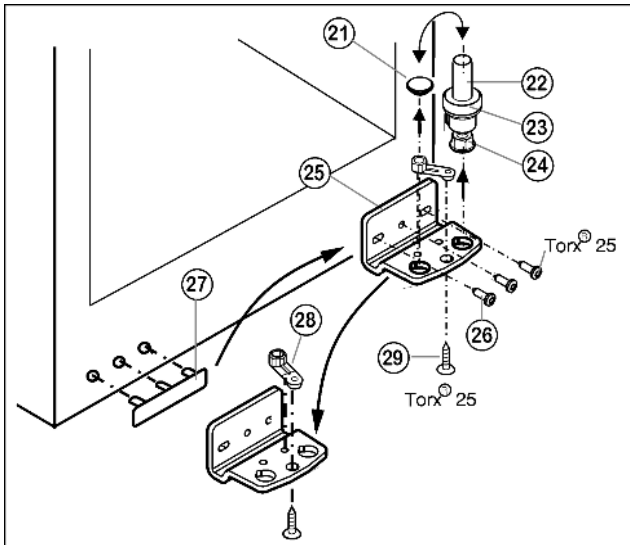

Fig. 6
- ▶ Vedä koko laakeritappi Fig. 6 (22) levyineen Fig. 6 (23) ja tukijalkoineen Fig. 6 (24) irti ylöspäin vetäen.
- ▶ Kohota tulppa Fig. 6 (21) pois.
- ▶ Laakerinkannatin Fig. 6 (25) ruuvataan irti Fig. 6 (26).
- ▶ Saranaosa Fig. 6 (28) ruuvataan irti Fig. 6 (29) ja asetetaan vastakkaisella puolella laakerinkannattimen reikään sekä ruuvataan taas kiinni.
- ▶ Nosta kahvanpuoleinen kansi Fig. 6 (27) varovasti irti ja vaihda se toiselle puolelle.
- ▶ Ruuvaa uudella saranapuolella oleva laakerinkannatin kiinni Fig. 6 (25) (4 Nm) tarvittaessa akkuruuvinväännintä apuna käyttäen.
- ▶ Aseta tulppa Fig. 6 (21) jälleen toiseen reikään.
- ▶ Asenna koko laakeritappi Fig. 6 (22) levyineen ja tukijalkoineen taas paikalleen. Katso tällöin, että lukitusnokka osoittaa taaksepäin.
- ▶ Aseta ovi ylhäältä käsin alempaan laakeritappiin Fig. 6 (22).
- ▶ Aseta ylempi laakerinkannatin (12) oveen uudelle saranapuolelle.
- ▶ Ruuvaa ylin laakerinkannatin (12) kiinni (4 Nm) (2 x Torx® 25) (13). Tarvittaessa merkitse ruuvinreiät pistepuikolla tai käytä akkuruuvinväännintä.
- ▶ Kiinnitä kansi (10) ja kansi (11) paikalleen vastakkaiselle puolelle.
- ▶ Säädä oven asento samansuuntaiseksi laitteen seinän kanssa molempien pitkittäisreikien avulla, jotka ovat alemmassa laakerinkannattimessa Fig. 6 (25). Tätä varten ruuvaa keskimmäinen ruuvi irti.